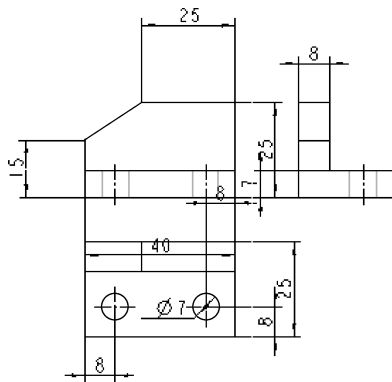
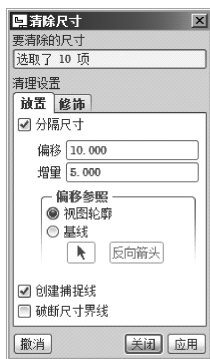
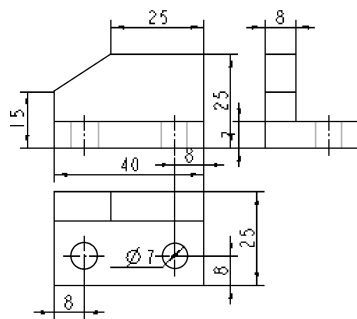

图 10-200 显示所有中心线
图 10-201 【清除尺寸】对话框
图 10-202 参照为视图轮廓
(11) 在图形区选择左视图，在对话框列表中选中其中一个，单击【确定】按钮，完成中心线显示，如图 10-200 所示。
在图形区框选图 10-200 所示的所在尺寸，在【排列】选项组中单击【清理尺寸】按钮 清理尺寸，或者单击鼠标右键，在弹出的快捷菜单中选择【清理尺寸】选项，均会弹出【清除尺寸】对话框，如图 10-201 所示。
● 【视图轮廓】单选按钮：单击此单选按钮，尺寸线偏移参照为视图的最外轮廓线，这是系统默认的选项，也是符合国家标准的选项，使用此项整理图 10-200 的尺寸，结果如图 10-202 所示。